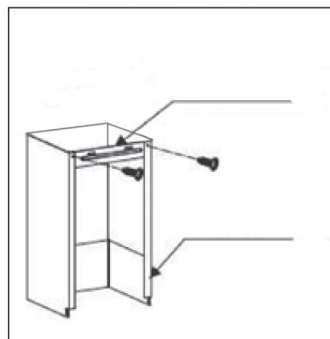

Рис. 11
3. Скрепите на необходимую Вам высоту два декоративных кожуха с помощью входящей в комплект планки и двух саморезов (см. рис. 11).